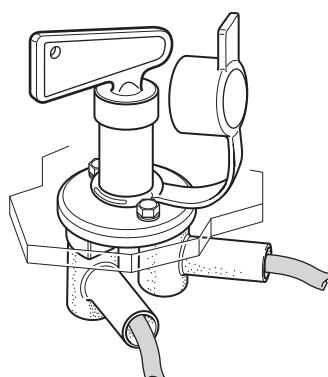

Fig. 49
- Deslice las tapas protectoras de goma sobre los tornillos de conexión (Fig. 49).